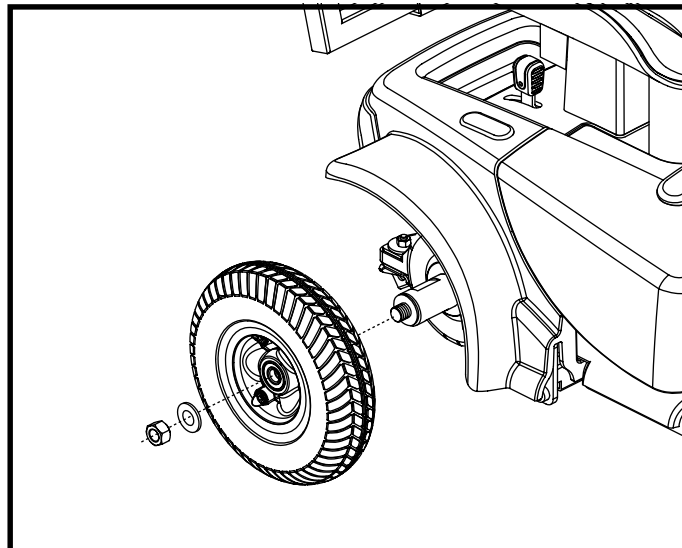

Figura 23. Ruota motrice di Go-Chair
3. Rimuovere la ruota motrice dal mozzo della ruota. Vedere figura 23.